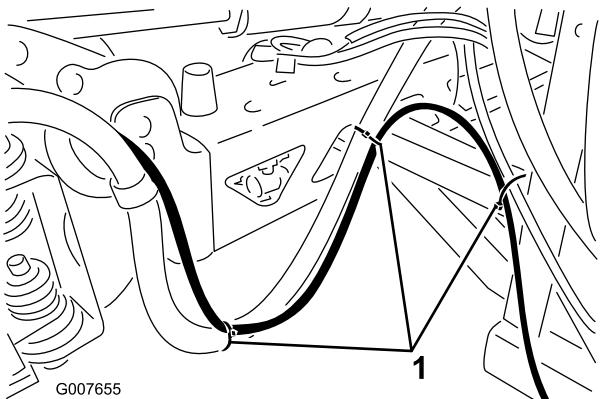

図 9
- 既存のブーム・ホースに沿って泡ホースを配置する。図 9 に示す位置で、プラスチック・タイでホースをブレースに固定する。